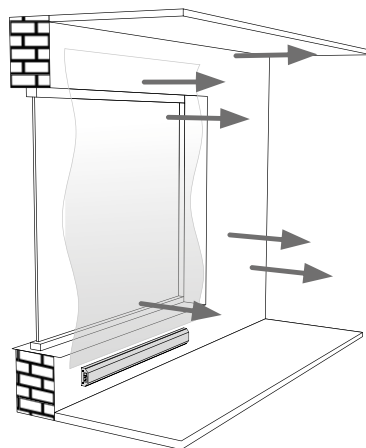

Рисунок 1. Принцип работы плинтусного конвектора.
3. Конвектор передаёт 90% тепла путем нагрева проходящего через него воздуха, т.е. конвекцией, а 10% – излучением в окружающее пространство. Теплый воздух от конвектора, расположенного в плинтусной зоне, поднимается вверх вдоль стены или окна и нагревает их и сам воздух. При этом создается своеобразный тепловой экран, который блокирует потерю тепла из помещения, устраняет повышенную влажность стены, просушивая ее, предотвращает образование конденсата на стекле. Этим обеспечивается тепловой комфорт (см. рис. 1);